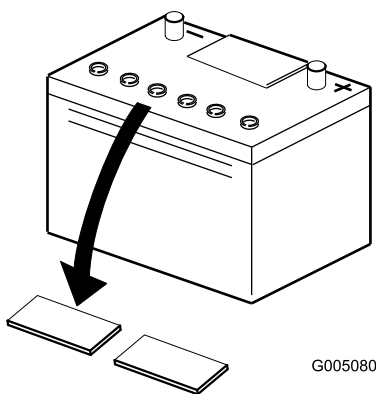

Figura 3
2. Pulite la parte superiore della batteria e togliete i tappi di sfato (Figura 3).